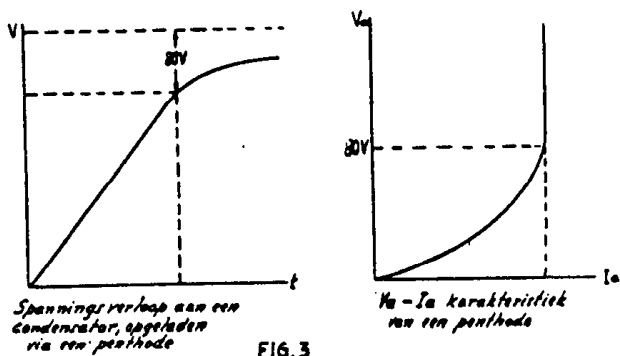

FIG. 3
- Daar de totale spanning op L5 en condensator constant is zal dus bij stijgende spanning op de condensator de anodespanning van L5 afnemen. Zoodra deze beneden 80 V komt (zie fig. 3) verloopt de karakteristiek van de buis niet meer rechtlijnig en zal dus eveneens de spanning op de condensator niet meer evenredig met de tijd toenemen.
- Voordat dit punt echter bereikt is, moet de condensator ontladen worden en kan de lading opnieuw beginnen (fig. 3). Deze ontlading heeft plaats over de gasgevulde buis L6.